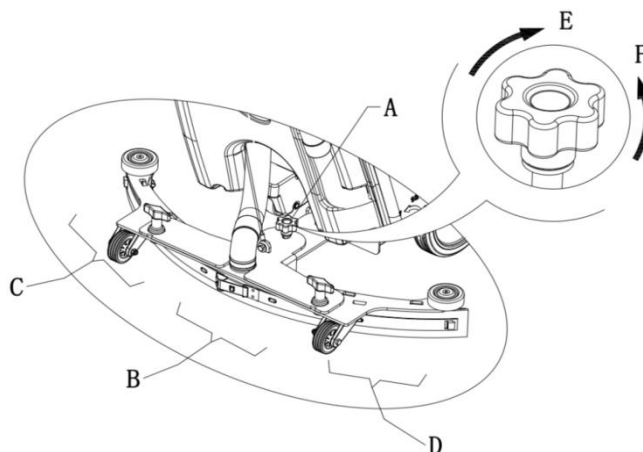

Figura 6
1. Instale la escobilla de goma y enrosque la tuerca (16), luego conecte la manguera de aspiración (11) con la escobilla de goma.
2. Ajuste la posición de la escobilla de goma mediante la palanca de ajuste de la escobilla de goma (A, Figura 6).
- a) Si queda un espacio entre el suelo y sección media de la lámina posterior de la escobilla de goma (B), ajuste la perilla (A) en dirección anti horaria (F) hasta que la entera sección de la lámina posterior de la escobilla de goma entre en buen contacto con el suelo, la lámina delantera tocando el suelo ligeramente.
- b) Si hay espacio entre el suelo y los dos extremos de la lámina posterior (C y D), ajuste la perilla (A) en dirección horaria (E) hasta que la entera sección de la lámina posterior entre en buen contacto con el suelo, la lámina delantera tocando el suelo ligeramente.